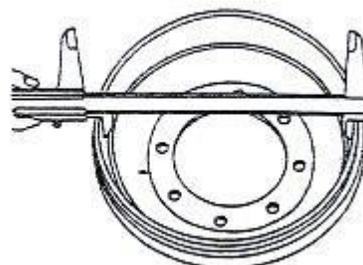

Рисунок 2-19
- (5) Визуально проверьте внутреннюю поверхность барабана на предмет повреждения и неравномерного износа. При необходимости, отшлифуйте тормозной барабан, либо замените, если он не может быть исправлен. Стандартное значение: 314 мм; Максимальное значение: 316 мм. См. рисунок 2-19